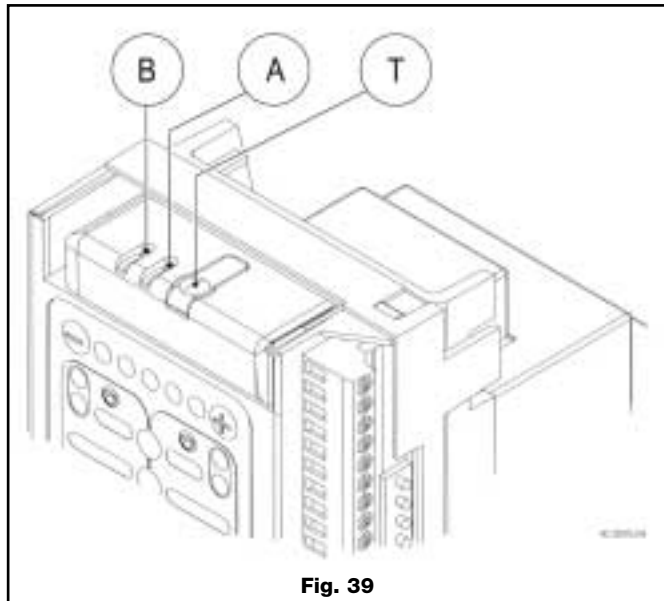

Fig. 39
Le récepteur (fig. 39) présente une touche (T) et deux LED (A et B).
- En appuyant une fois sur la touche T, le premier Led (A) s'allume puis se prépare au réglage du canal 1.
- En appuyant sur la touche T une deuxième fois, le deuxième Led (B) s'allume puis se prépare au réglage du canal 2.
- Pour assigner une touche de l'émetteur au canal 1 (PIETON), presser la touche lorsque le Led A (fig. 39) est allumé. L'opération est validée lorsque la Led s'allume et s'éteint. afin de mettre en évidence qu'il s'agit de la phase de réglage, le Led s'allume et s'éteint.
- Garder le doigt appuyé sur la touche T (fig. 39).